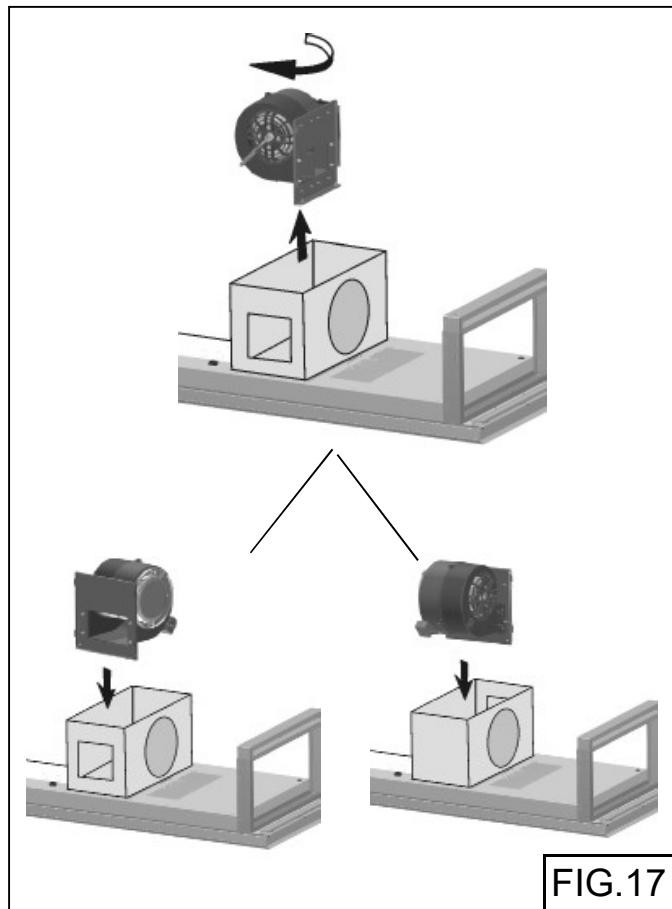

FIG.17
- Tournez le ventilateur de 90 degrés et réinstallez (2) vis (Fig.17). Réinstallez le couvercle du boîtier, le clapet et les vis.